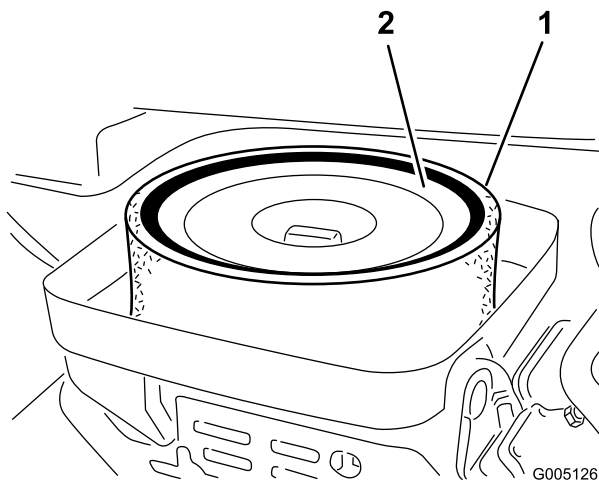

図 48
3. スポンジ（図 48）を点検し、汚れていればペーパー・エレメントから外す。以下の要領で丁寧に清掃してください：